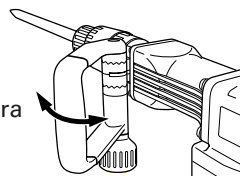
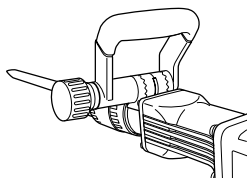
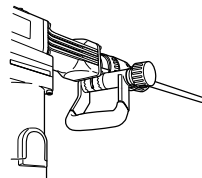

Fig. 7
Fig. 8
Fig. 9
- (2) Ajústela en una posición que facilite la operación vertical (hacia arriba y hacia abajo), como se muestra en la Fig. 7, la Fig. 8 y la Fig. 9.
- (3) Gire la empuñadura en el sentido de ③ para fijar el asa.